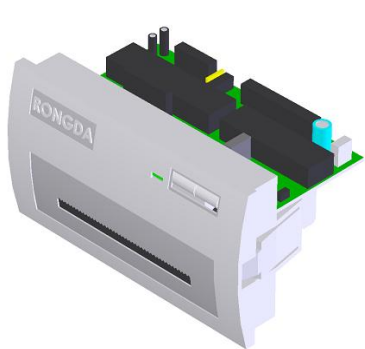
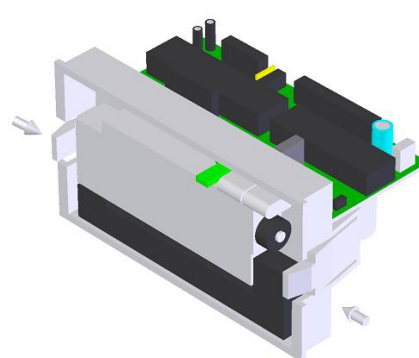

图 2-9
图 2-11
- 2、取下前盖板，（如图 2-9,2-10）。先抬起色带盒的左端，再抬起色带盒的右端（带旋钮的一端），色带盒即被取下（如图 2-11，2-12）。